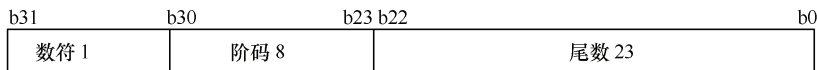

图 1.1 IEEE 浮点数格式
**浮点实数：**任意一个实数  $N$  都可以写成  $N=2^P*S$  的形式，其中  $P$  称为阶码，俗称指数， $S$  为尾数。因为同一个数可以写成很多种形式，因此，浮点数必须按照某一个标准写成规范化的形式，现在普遍采用的浮点数格式是 IEEE 标准。IEEE 标准对于单精度浮点数采用 4 字节表示，其中数符占 1 位，阶码占 8 位，尾数占 23 位。如图 1.1 所示。